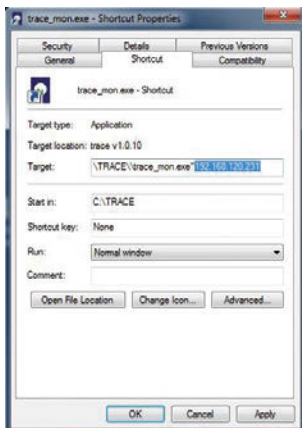

Figura 61: Impostazioni di avvio
4. Inserire il nuovo indirizzo IP nella casella indicata nella figura 61 sottostante.